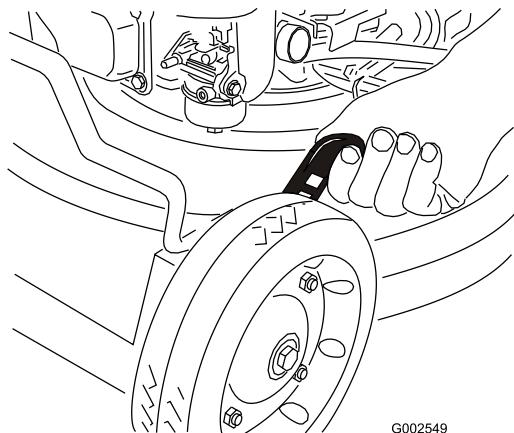

Bild 18
1. Ziehen Sie den Radhöheneinstellhebel zum Rad (Bild 18) und schieben Sie ihn in die gewünschte Stellung.